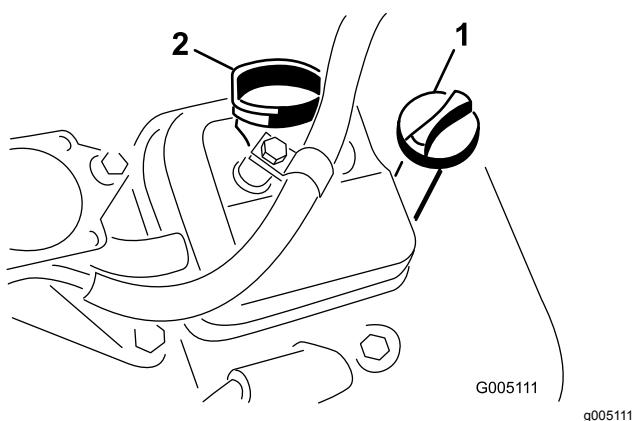

**Figura 40**
3. Togliete il dado ad alette che fissa gli elementi al corpo del filtro dell'aria (Figura 40).
4. Se l'elemento in schiuma sintetica è sporco, rimuovetelo dall'elemento di carta (Figura 40). Pulitelo accuratamente, come indicato di seguito: